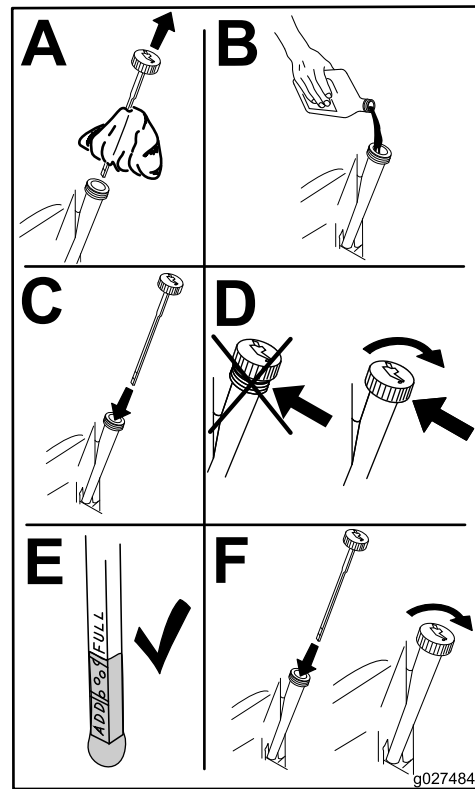

Figura 32
6. Vierta lentamente aproximadamente el 80% de la cantidad especificada de aceite por el orificio de llenado (Figura 32).
7. Compruebe el nivel de aceite; consulte Figura 32.